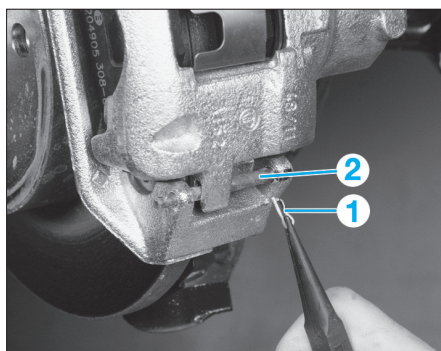

FIG. 1
- Dégager l'agrafe (1) puis la goupille (2) (Fig.1).